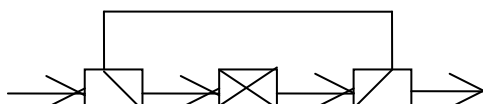

Рис. 2. Операторная схема ХТС
3. Определить вероятность $P_c(t)$ безотказной работы ХТС (рис. 2), состоящей из смесителя, реактора и делителя, за время $t = 200$ ч.